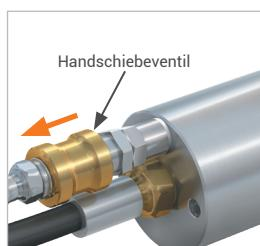

Abbildung 8
- ▶ Schieben Sie die Schieberhülse des Handschiebeventils (Pos. 6) zurück (*Abbildung 8*). Der anliegende Steuerdruck wird entlüftet. Die Frontdichtungen (Pos. 7) / die Hauptdichtungen (Pos. 8) werden entspannt, die Verbindung zum Prüfling wird gelöst und der Adapter kann gerade nach hinten abgenommen werden.